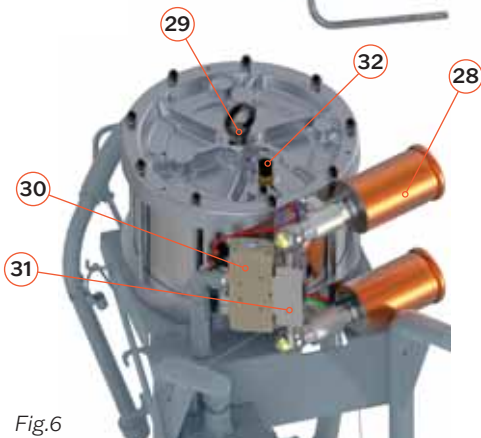

Fig.6
- 28** Sortie/Échappement d'air (Fig. 6)
- 29** Anneau de levage maximum (713Kgf / 1573lbf Máx.) (Fig. 6)
- 30** Vanne d'air bistable (Fig. 6)
- 31** Collecteur (Fig. 6)